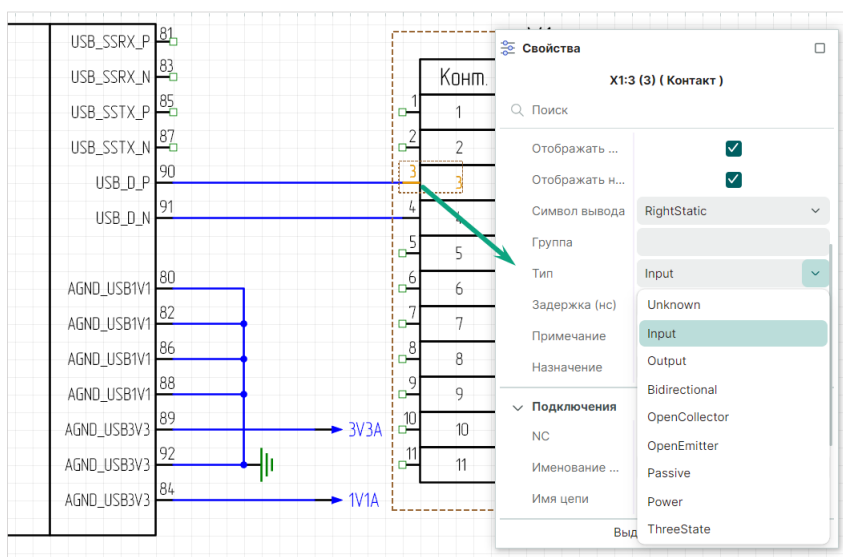

Рис. 159 Определение типа контакта элемента диффпарной цепи
4. В окне «Свойства» → «Вывод» → «Тип» выберите тип контакта Input, см. Рис. 159.